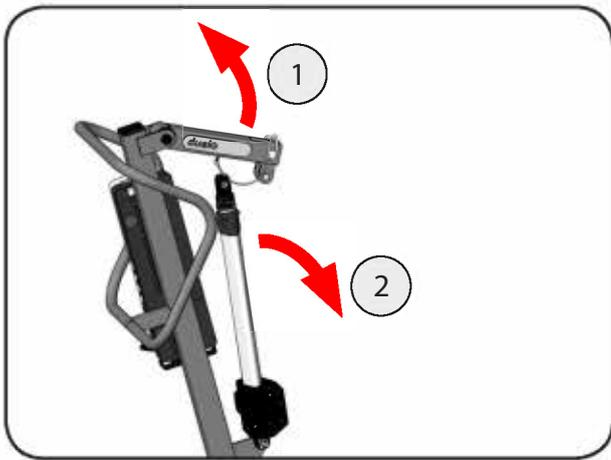
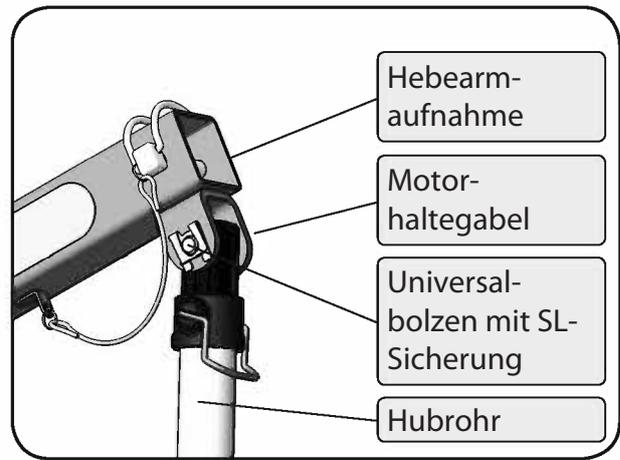

Abbildung 12
Abbildung 13
- Schwenken Sie die Hebearmaufnahme hoch und befestigen Sie den Hubmotor mit dem Universalbolzen an der Motorhaltegabel (Abbildung 12). Sichern Sie den Universalbolzen mit der SL-Sicherung (Abbildung 13).